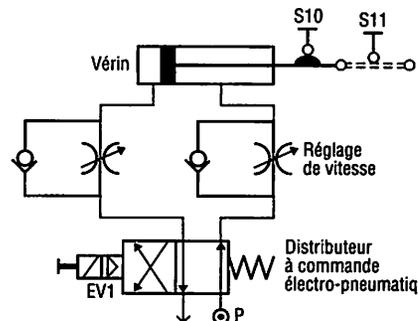

Fig. 16 : Schéma du circuit pneumatique d'un vérin (ce schéma se répète deux fois pour EV1 et EV2).
- le schéma du circuit pneumatique (fig. 16),